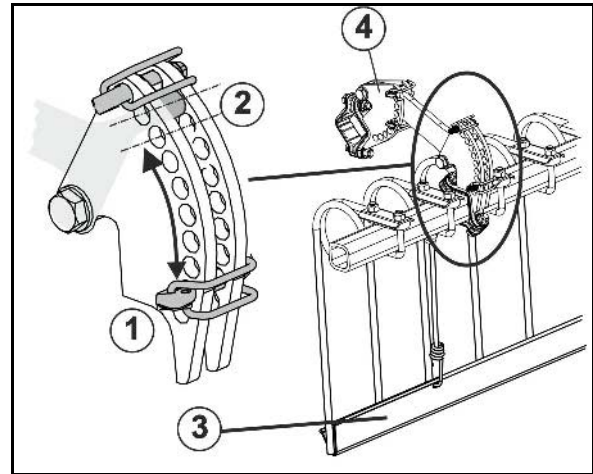

Fig. 36
- Maskinen har en indstillingsmulighed for skydejustering af hver udligger (Fig. 36)